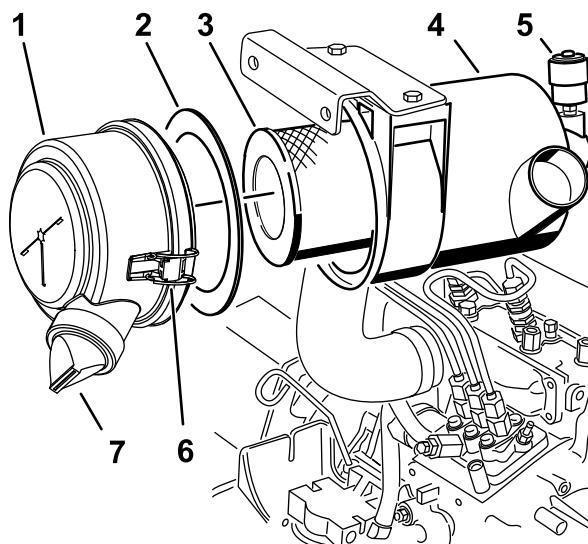

図 30
3. エアクリーナの整備はインジケータが赤色になっていたら、または 400 運転時間ごと非常にホコリのひどい場所で使っている場合にはよりひんぱんに行ってください図 30。